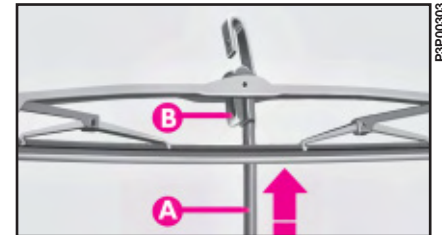

fig. 23
1) Trek de wisserarm **A**-fig. 23 van de voorruit en plaats het wisserblad onder een hoek van 90° ten opzichte van de arm.